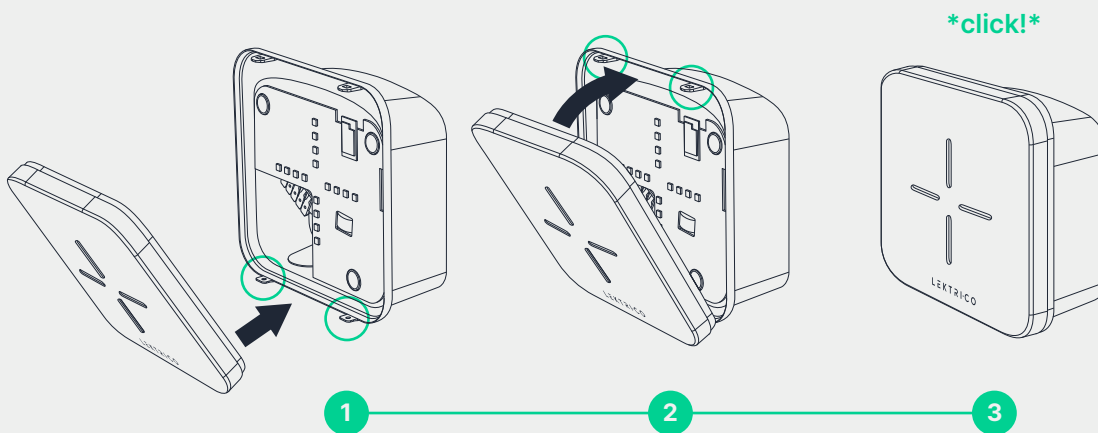

Fig. 10 - Montage du capot avant
19. Installez le capot avant en le poussant doucement en place, d'abord dans les 2 clips de fixation inférieurs, puis dans les 2 clips de fixation supérieurs. (Fig. 10)